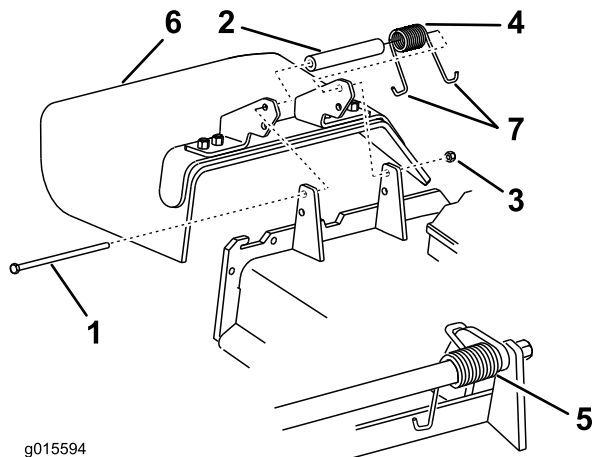

Figura 122
1. Retire la contratuerca, el perno, el muelle y el espaciador que sujetan el deflector a los soportes de pivote (Figura 122).
2. Retire el deflector de hierba dañado o desgastado (Figura 122).
- Nota:** Asegúrese de colocar un extremo en J del muelle detrás del reborde de la carcasa antes de instalar el perno, tal y como se muestra en la Figura 122.
6. Coloque un extremo en J del muelle alrededor del deflector de hierba (Figura 122).